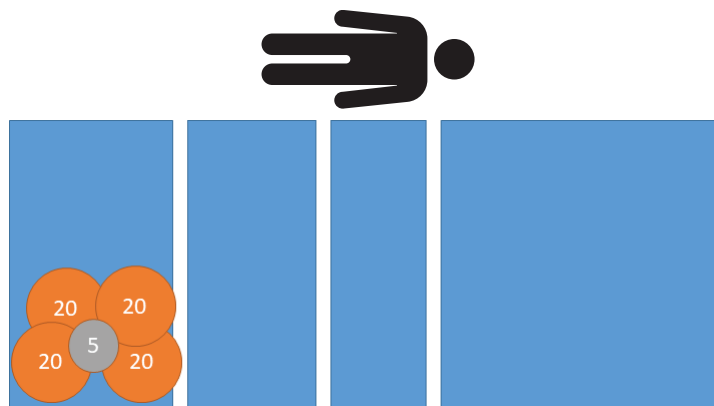

Figura 14 – Test di eccentricità - 85 kg sul lato piedi sinistro
2. Utilizzando pesi calibrati, posizionare 85 kg sul lato piedi sinistro del prodotto (Figura 14).